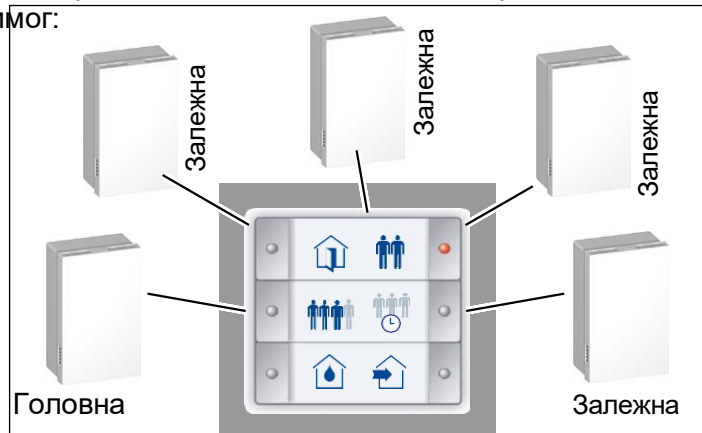

Рис. 33: Підключення вентиляційних установок за допомогою зіркоподібної конфігурації
- По можливості, кабелі мережі управління повинні бути змонтовані та підключені за допомогою зіркоподібної конфігурації (див. Рис. 33) від вентиляційних установок до тактильного датчика InControl.